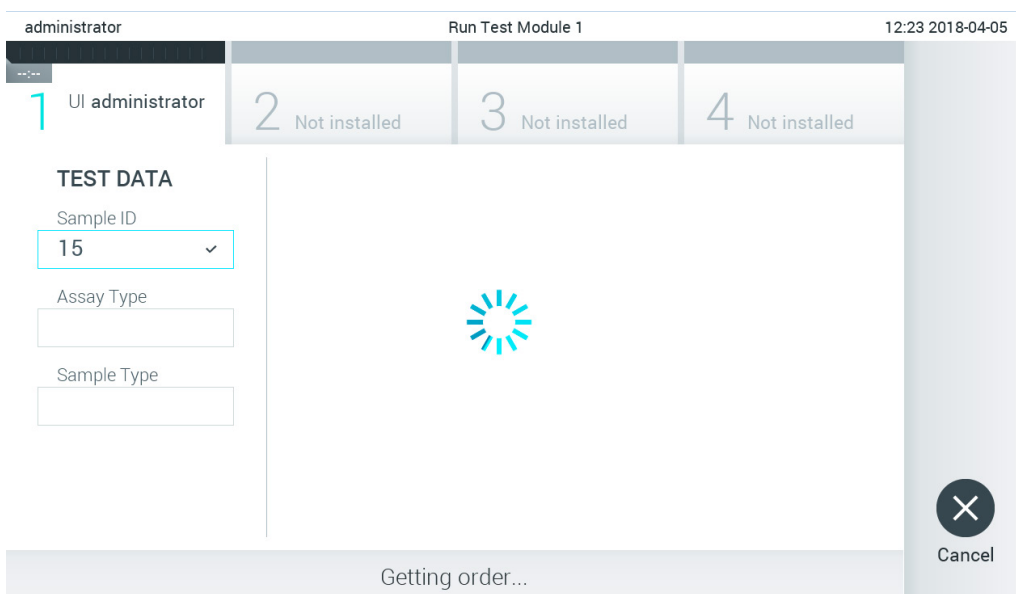

Figure 83. Affichage pendant la récupération d'une commande de test.
- L'ID échantillon sera envoyé à l'hôte et alors que le QIAstat-Dx Analyzer 1.0 attend une commande de test, le message « Getting order... » (Réception de commande...) s'affiche (figure 83).